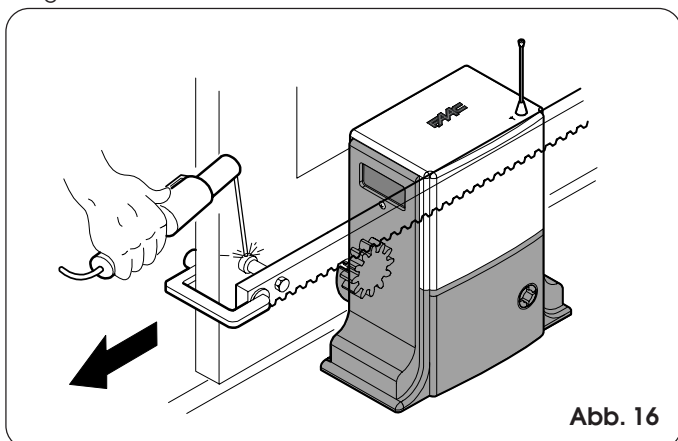

Abb. 16
- 3) Das erste Stück der Zahnstange eben auf dem Ritzel auflegen und den Gewidessperrzahn auf dem Tor verschweißen, wie in Abb. 16 gezeigt.